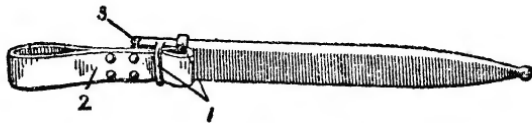

Рис. 53. Ножна:
53. Ножна (рис. 53) служит для носки штыка на пояском ремне. Она имеет: кольцо для